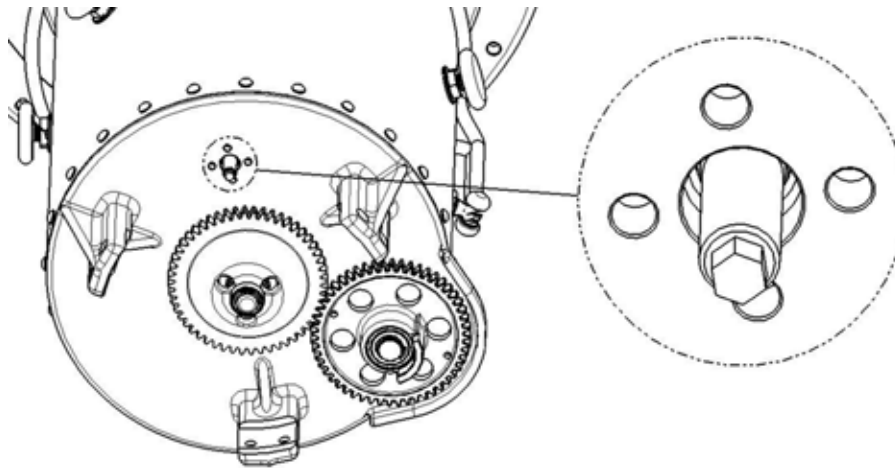

图 31 松开放油螺栓
1. 顺时针方向转动松开在油室底和分接选择器机构之间的放油螺栓（图 31）。